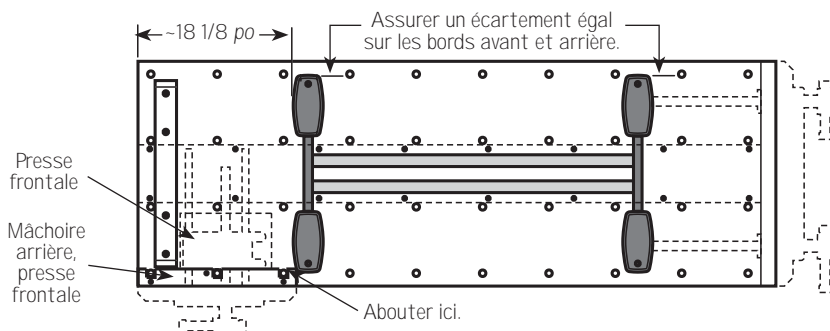

Figure 2 : Alignement du plateau d'établi
1. Placer le plateau d'établi sur le piètement, en le positionnant comme indiqué à la **figure 2**. S'assurer qu'aucun trou pour mentonnet n'est obstrué.